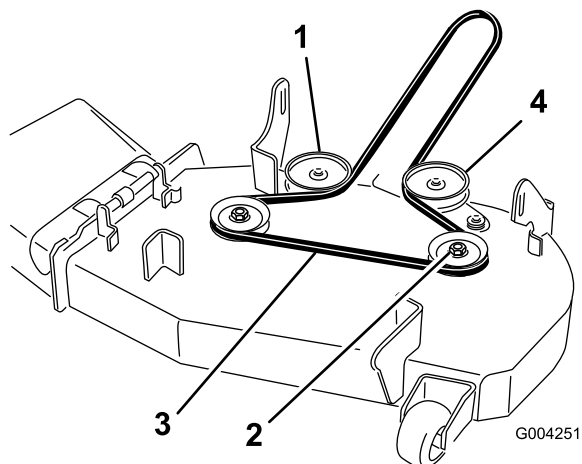
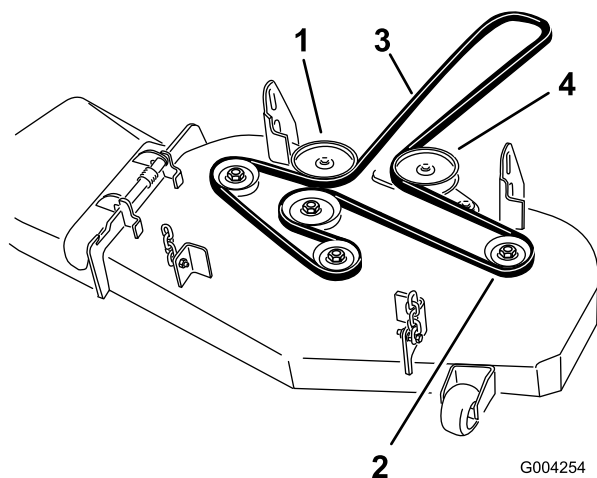

Figure 44
Figure 45
5. Tirez sur le bras de la poulie de renvoi pour détendre la courroie sur la poulie d'axe gauche (Figure 44 ou Figure 45).
7. Installez la nouvelle courroie sur les poulies (Figure 44 ou Figure 45).